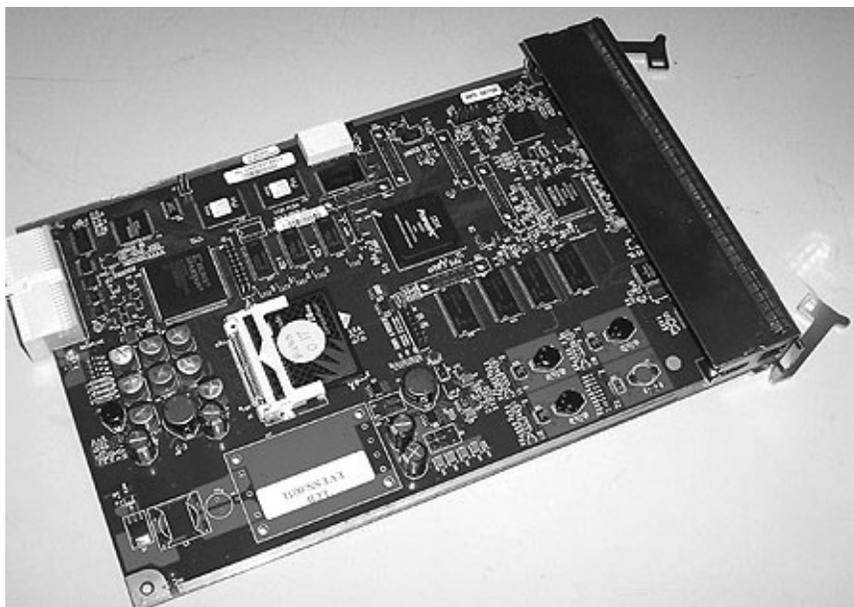

Рисунок 11-7. Плата встроенного ПО LCB
- Плату LCB, вынутую из модуля управления, следует осторожно положить (рис. 11-7 на стр. 11-12) на чистую ровную поверхность.
**Важное замечание:** НИ В КОЕМ СЛУЧАЕ не трогайте компоненты платы встроенного ПО (см. рис. 11-7). Плату встроенного ПО следует брать только за металлическую крышку, поддерживая ее за дно.